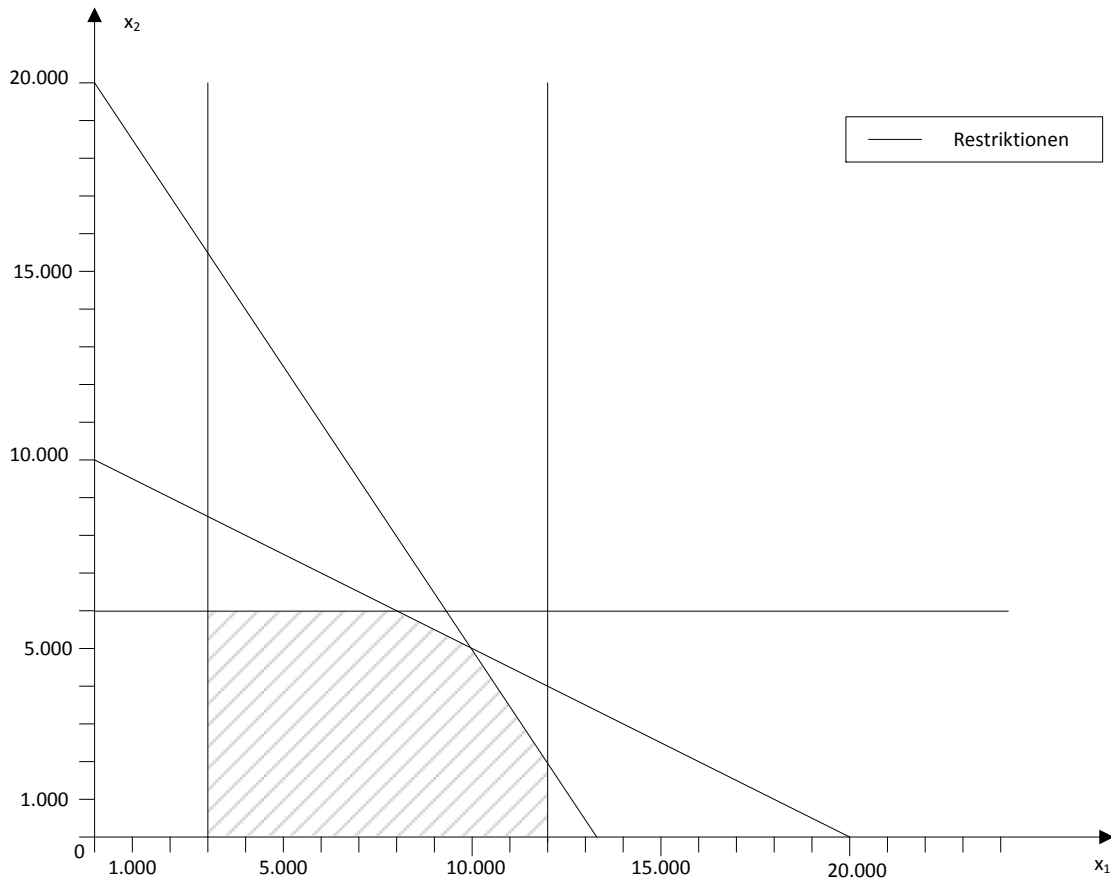

Abbildung 2: Grafische Bestimmung des optimalen Produktionsprogramms für Aufgabe 1 h)
- f) Welche der Aussagen trifft auf die in Abbildung 2 dargestellte grafische Lösung eines Produktionsprogramms zu? **5 Punkte**